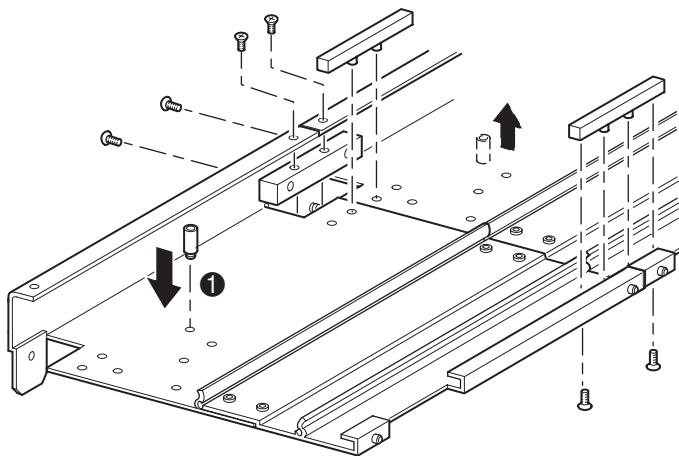

Figura 2–18: Instalación de las varillas de unión
- c. Fije la barra de unión gruesa (el borde biselado debe encontrarse en dirección a la esquina interior de la unidad de base de PTM y de la extensión) con cuatro tornillos de montaje (consulte la Figura 2–18).
11. Extraiga el separador de retención inferior de la unidad de base del PTM y, a continuación, fíjelo al orificio de montaje correspondiente (❶, Figura 2–18) en la última unidad del PTM con extensiones.